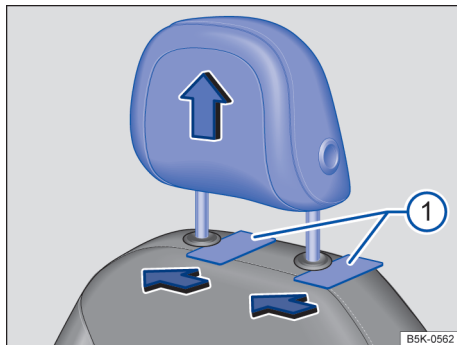
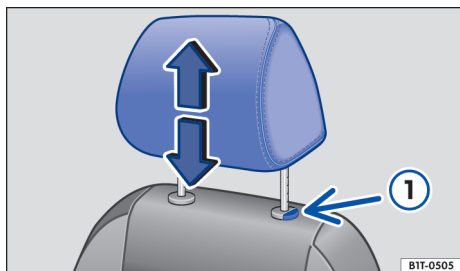

Fig. 66 Apoio para cabeça dianteiro: remover (variante 1).
Fig. 67 Apoio para cabeça dianteiro: remover (variante 2).
- Empurrar o apoio para cabeça totalmente para cima → ❶ em *Introdução ao tema* na página 82.
- Variante 1: introduzir objetos planos entre o revestimento do encosto do banco e as capas de cobertura das barras de guia do apoio para cabeça, por exemplo, cartões de plástico → Fig. 66 ❶. Retirar completamente o apoio para cabeça.
- Variante 2: Retirar o apoio para cabeça com o botão → Fig. 67 ❶ pressionado.
- Empurrar o apoio para cabeça para baixo com o botão → Fig. 66 ❶ ou → Fig. 67 ❶ pressionado.